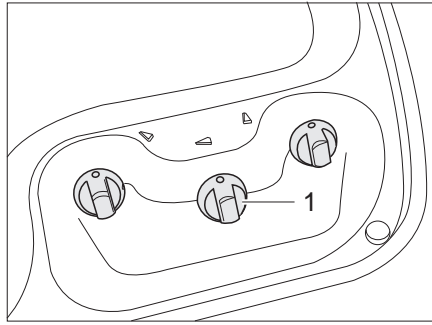
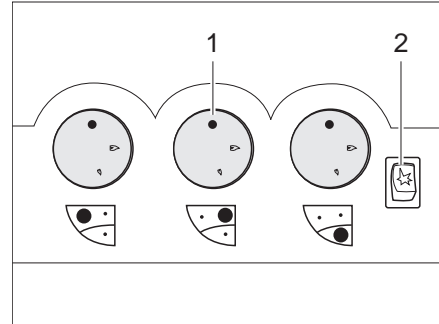

Fig. 222 Boutons de commande pour le réchaud à gaz (variante 1)
Fig. 223 Boutons de commande pour le réchaud à gaz (variante 2)
- Tourner le bouton tournant (Fig. 222,1 ou Fig. 223,1) du brûleur désiré en position d'allumage (grande flamme).
- Si une touche d'allumage (Fig. 223,2) est présente : Générer une étincelle en appuyant sur la touche d'allumage.